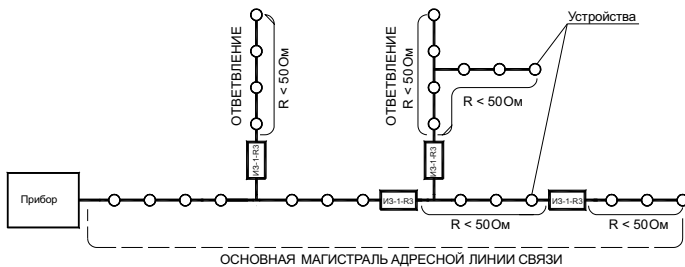

Рисунок 3 – Радиальная АЛС
– разрывать радиальную АЛС (рисунок 3) в месте установки изолятора, ближайшего к точке короткого замыкания. Это локализует участок после изолятора и оставляет работоспособными остальные участки АЛС между прибором и сработавшим изолятором шлейфа;
- радиальной АЛС (рисунок 3);